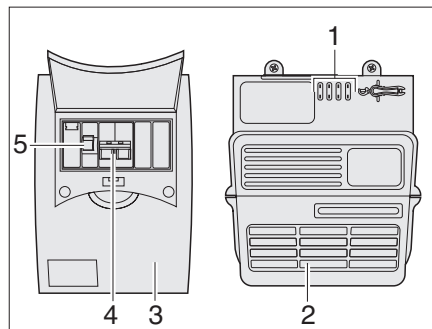

Bild 92 Transformatorheten och automatsäkring
230 V-automatsäkring (Bild 92,3) är monterad bredvid transformatorheten (Bild 92,2).
I säkringslådan (Bild 92) finns huvudsäkring (Bild 92,4) och en jordfelsbrytare (Bild 92,5).
Jordfelsbrytaren (Bild 92,5) mäter strömflödet från strömtillopps- och returledningarna. Om det är en jämvikt mellan de båda ledningarna aktiveras inte jordfelsbrytaren. Om det uppstår en differens mellan ledningarna avbryter brytaren strömflödet omedelbart. På så sätt förhindras farliga strömolycksfall.
- Tryck huvudbrytaren (Bild 92,4) uppåt till läge "ON".
- Tryck jordfelsbrytaren (Bild 92,5) uppåt till läge "ON".